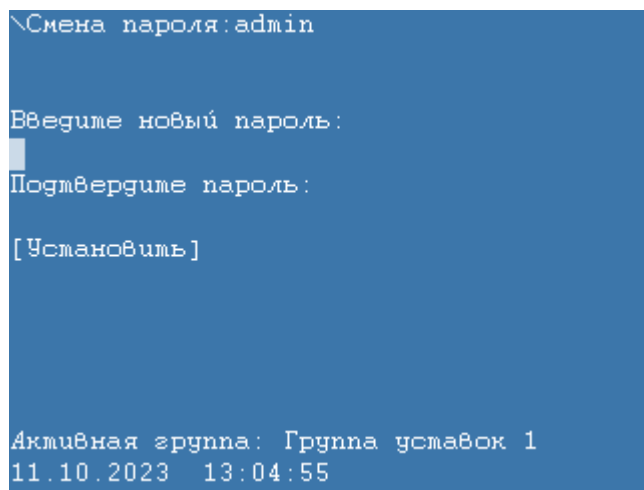

Рисунок 13
1) в ПО терминала. Для смены пароля необходимо выбрать в пункте меню **Сервисное меню** → **Изменение пароля** (см. рисунок 13);